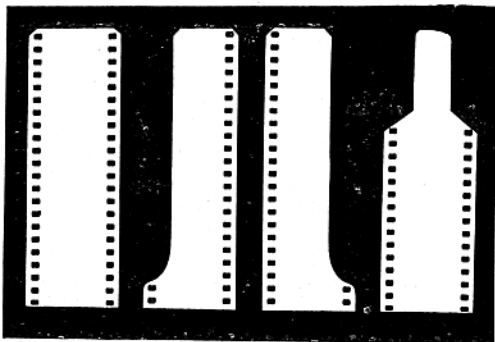

fig. 31
les de 1,60 mètre pour 36 vues de 24×36. Utilisez soit une cartouche du commerce soit une cartouche vide garnie d'une charge toute préparée également du commerce ou garnie de film en vrac. Les négociants d'articles photographiques vous donneront des renseignements plus détaillés à ce sujet. L'accrochage du film sur la bobine réceptrice (29) ne nécessite pas une forme spéciale de l'amorce, vous pouvez utiliser tous les profils existants sur le marché. Si vous employez une cartouche vide, chargée par vos soins, ou une cartouche réceptrice, la forme de l'amorce doit évidemment correspondre au noyau de celle-ci (exemples fig. 31).
Si vous désirez éviter le rebobinage du film à l'intérieur de la cartouche initiale, la bobine réceptrice peut être remplacée par une cartouche vide du commerce ou de récupération. Lors du chargement, ouvrez cette cartouche, fixez l'amorce sur le noyau en choisissant le profil correspondant au type de la cartouche (fig. 31), refermez la cartouche et placez-la dans l'appareil avec tout le soin voulu pour que la petite barre d'entraînement à l'intérieur du noyau de la cartouche soit bien engagée dans la fourche du levier d'armement (6). Le film doit s'enrouler émulsion à l'intérieur, le trajet correct du film est visible (fig. 36).